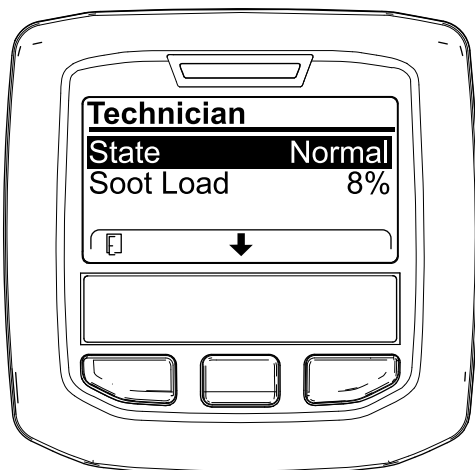

Figure 61
- Reportez-vous au tableau de fonctionnement du FAP pour comprendre l'état actuel de fonctionnement du FAP (Figure 61).